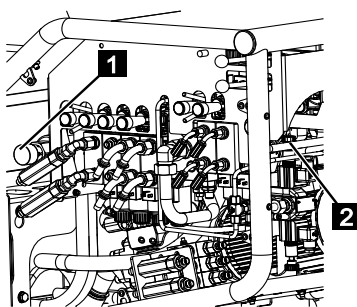

Fig. 197
4. Enfoncer la vanne [Plateforme] (Fig.197/1) et la verrouiller dans le sens des aiguilles d'une montre.
5. Visser la vanne [LS] (Fig.197/2) à fond dans le sens des aiguilles d'une montre.